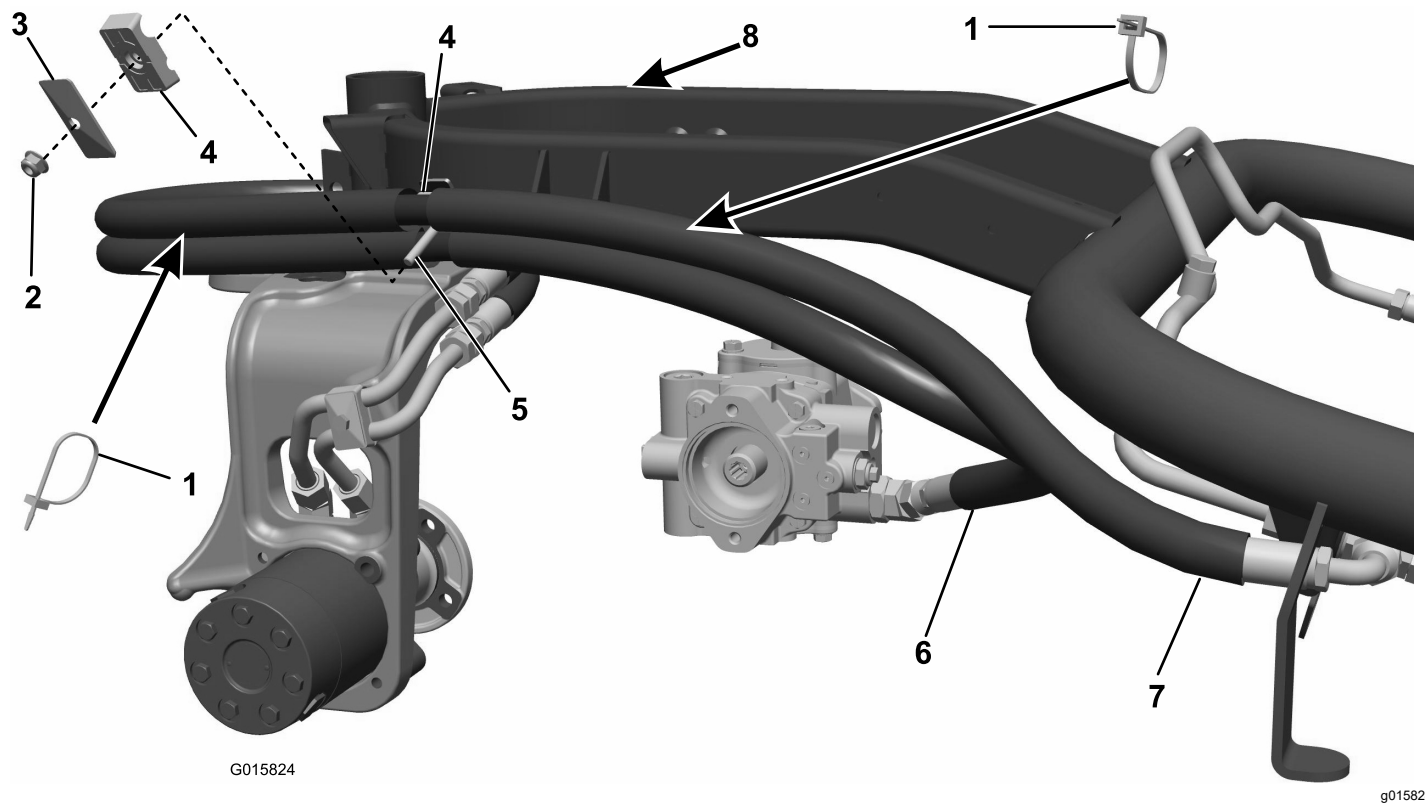

Figura 9
3. Montate il flessibile con raccordi dritti su entrambe le estremità attraverso la guida sulla forcella della ruota orientabile e collegatelo al condotto d'acciaio inferiore. Fissate il lato opposto al raccordo inferiore della pompa idraulica (Figura 8 oppure Figura 9).
4. Montate il flessibile rimanente attraverso la guida e collegatelo al condotto d'acciaio superiore. Collegare il lato opposto al raccordo a T superiore per il motore ruota anteriore (Figura 8 oppure Figura 9).
5. Montate entrambi i gruppi nel morsetto del tubo sull'apertura della copertura del flessibile e collegateli alla staffa. (Figura 8; oppure Figura 9).
9. Utilizzate gli ancoraggi metallici per serrare i gruppi di flessibili come illustrato (Figura 8 oppure Figura 9). Fissate tutte le estremità dei flessibili, i raccordi e i morsetti.